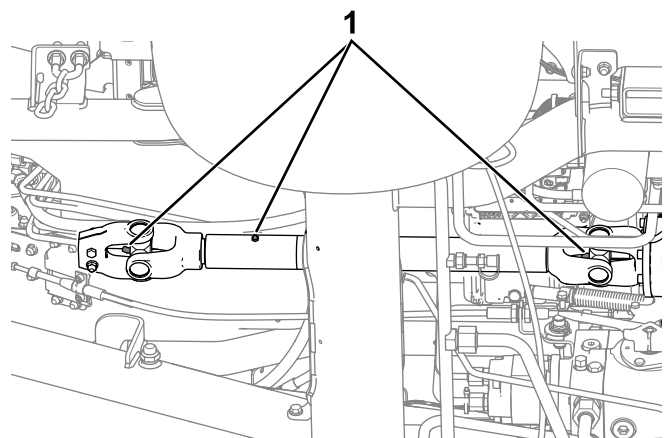

Figura 45
- Árbol de transmisión de la toma de fuerza (Figura 45)